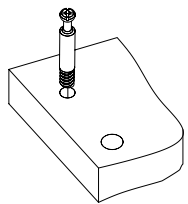
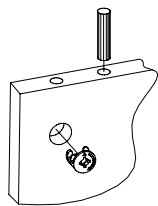

Рис.1
Рис.2
1. Подготовьте детали к сборке. Вкрутите шпильки минификсов в детали 23 (Рис. 1). Затем вставьте головки минификсов и шканты в детали 13, 14, 16 (Рис. 2). Вкрутите муфты в плоскостные отверстия деталей 22, 24.